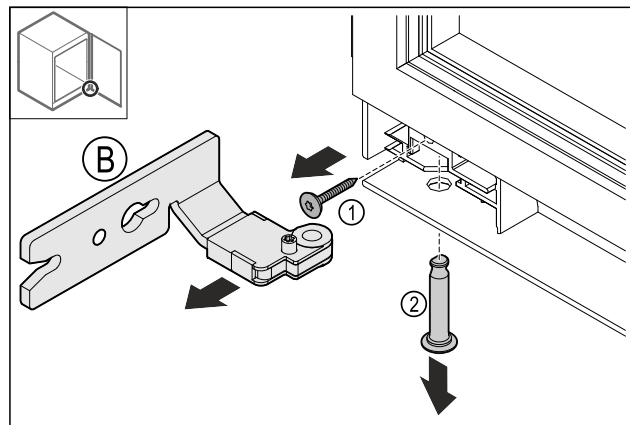

Fig. 17
- Rimuovere la vite Fig. 17 (1).
- Rimuovere i bulloni Fig. 17 (2).
- Rimuovere la cerniera Fig. 17 (B).